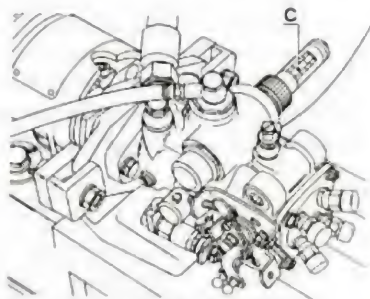

Fig. 61.
- Monter le dispositif de mesure du déplacement de l'avance automatique (c), puis placer le vernier sur le point zéro (fig. 61).
- Monter et purger le dispositif de mesure (c) (fig. 61).